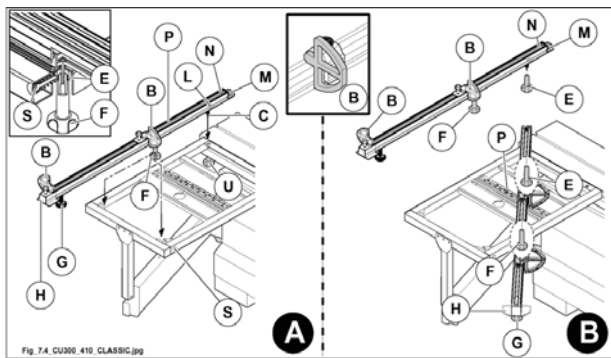

Fig. 7.4
- Posizionare la riga telescopica in modo da mandare il perno (C fig. 7.4) in battuta contro il lardone (L fig. 7.4); il lardone (L fig. 7.4) è registrato dai nostri tecnici, e serve per posizionare velocemente la riga telescopica alla giusta distanza dalla lama sega (solo nella posizione a 90°).
- Posizionare la riga telescopica in modo da mandare il perno (E fig. 7.4) in battuta sul dispositivo (S fig. 7.4).
- Serrare i pomelli (F fig. 7.4) ed (U fig. 7.4).
- Per l'uso posizionare le battute (B fig. 7.4) facendo riferimento alla riga metrica (P fig. 7.4).
- Per l'uso posizionare la riga facendo riferimento alla targhetta (P fig. 7.4) e serrare i pomelli (F fig. 7.4) ed (E fig. 7.4).
La riga è dotata di una estensione estraibile a canocchiale (H fig. 7.4) la quale se necessita si può allungare dopo aver allentato il pomello (G fig. 7.4).
Quando il paraschegge (M fig. 7.4) si usura, avvicinarlo alla lama sega allentando il grano (N fig. 7.4).
La riga telescopica viene fornita con le battute (B fig. 7.4). Queste si possono velocemente posizionare per lavorazioni in appoggio o in spinta semplicemente ribaltandole.